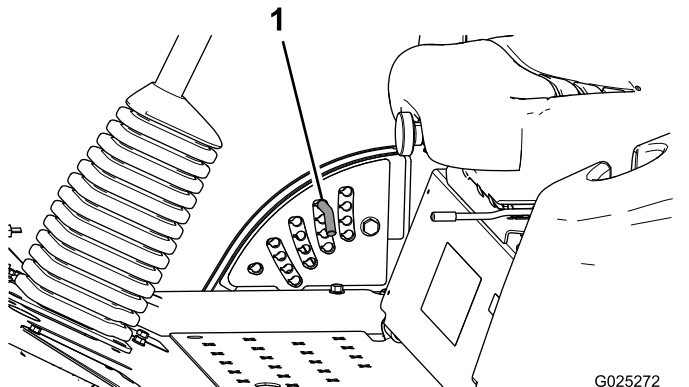

Figura 4
2. Para ajustar, gire el pasador hasta que el nervio quede alineado con la ranura del taladro del soporte de altura de corte, y retire el pasador (Figura 4).
3. Seleccione un taladro del soporte de altura de corte que corresponda a la altura de corte deseada, inserte el pasador y gírelo para bloquearlo en esa posición (Figura 4).
Nota: Hay cuatro filas de taladros (Figura 4). La fila superior corresponde a la altura de corte impresa encima del pasador. La segunda fila